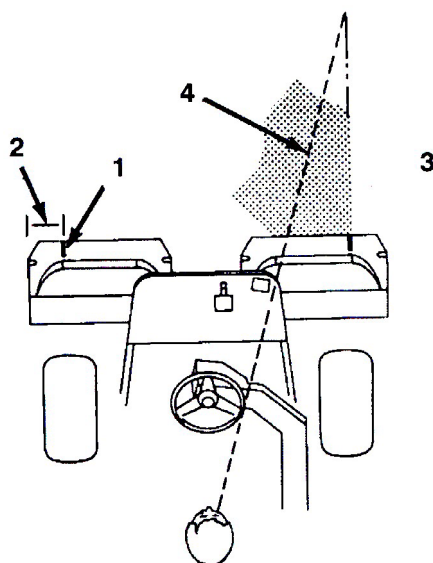

図38
1. 各集草箱の外側端から約13 cmを測る（図38）。
2. その位置に白色テープか白ペンキで集草箱の縁と平行に目印を入れる（図38）。